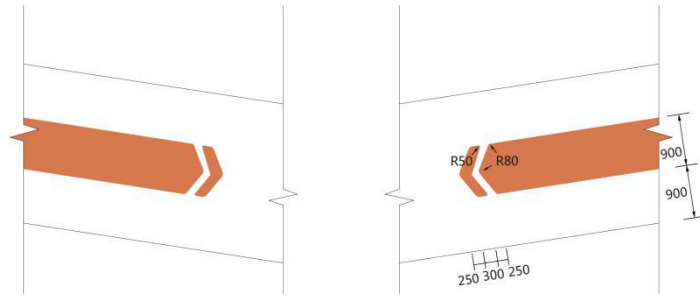

图 11 机动车坡道出入口墙体标识样式及尺寸示例
10. 机动车坡道出入口墙体应统一涂刷墙体标识。标识从坡道顶盖线开始到坡道墙体结束。标识样式及尺寸示例见图 11。涂刷材料应为防霉涂料，对人防工程位于地下负一层以下时，坡道墙体标识同样适用。如人防工程在地下负二层（及以下），则由地下负一层到地下负二层（及以下）的坡道两侧墙体应涂刷墙体标识。墙体标识长度视情况而定，最短不得低于 7500 mm，涂刷颜色时应避开障碍物，预留人防门完全开启时的墙面距离，避免遮挡墙体标识。如因条件限制，可适当缩短标识长度。